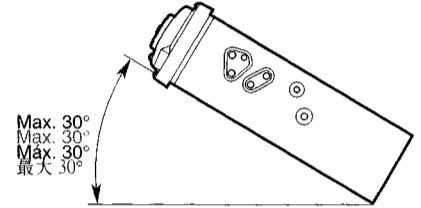

Figure 2 / Figure 2 / Figura 2 / 图 2
2. Install the unit within 30° of the horizontal plane. (Figure 2)
2. Installer l'appareil avec un angle inférieur à 30° par rapport à l'horizontal. (Figure 2)
2. 安装时，请使本装置与水平面的角度在 30° 以内。(图 2)